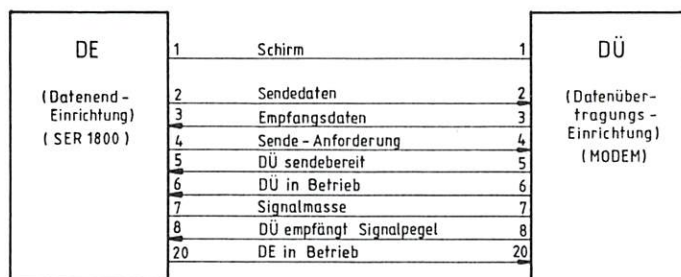

Bild 4/1 Anschluß an ein Modem
- **Anschluß an ein Modem** mit Normschnittstelle nach EIA RS 232 C oder CCITT V.24/V.28 oder DIN 66 020 (Bild 4/1). Die Brückenbuchsen BU 3 bis BU 9 werden entsprechend der Kennzeichnung (+) in der Tabelle in Abschnitt 4.2.7.4.5 gesteckt (Normalbetrieb einer Punkt-zu-Punkt-Verbindung mit RS-232-C-Schnittstelle).